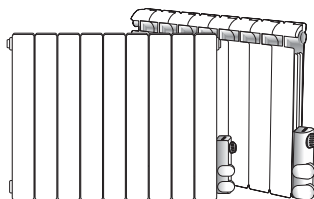

Figura 2
- 1- As medidas mínimas indicadas sobre a *figura 2* deverão ser respeitadas